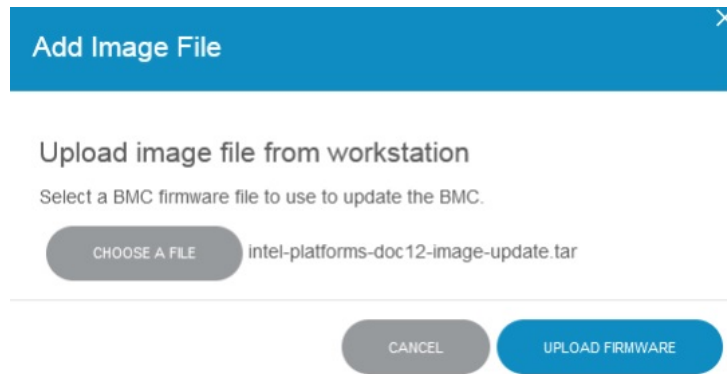

Рис. 77. Окно с активной кнопкой «UPLOAD FIRMWARE»
- 5) Нажмите на кнопку «UPLOAD FIRMWARE». Окно показано на рис. 77 Окно с активной кнопкой «UPLOAD FIRMWARE»